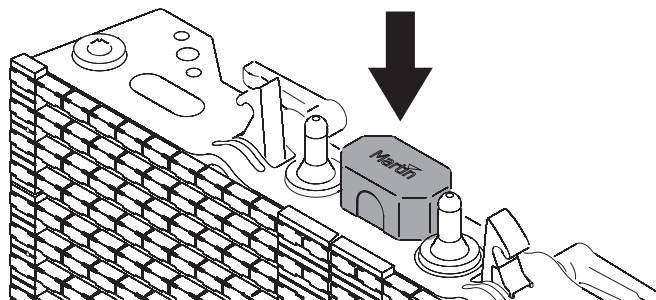

Bild 4: Schutzkappen
5. Entfernen Sie vor der Montage die Schutzkappen der Modulanschlüsse (siehe Bild 4). Bewahren Sie die Schutzkappen sorgfältig für die weitere Verwendung auf.